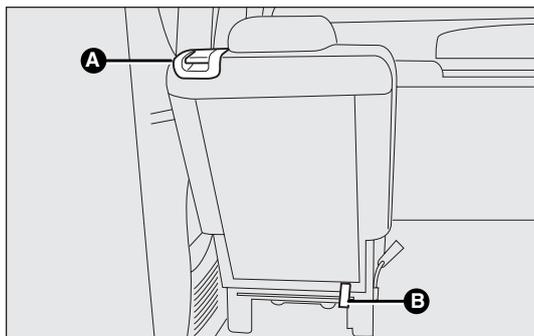

fig. 26c
- sollevare la leva A-fig. 26c di ritegno schienale e ribaltare quest'ultimo in avanti. Il sollevamento della leva è evidenziato da una "banda rossa";
- tirare la fettuccia B-fig. 26c posta dietro gli schienali dei sedili e ribaltare in avanti sedili e schienali.
AVVERTENZA Accertarsi che il sedile sia ben ancorato ai fissaggi a pavimento e che la leva A-fig. 26c sia chiusa (“banda rossa” non visibile).